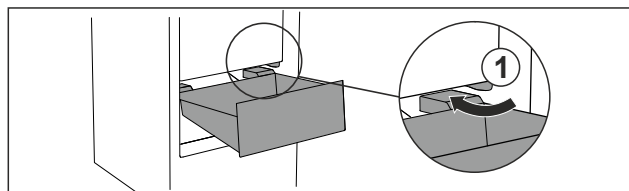

Fig. 105
- Far passare il cassetto intorno ai fermi Fig. 105 (1) inclinandolo.